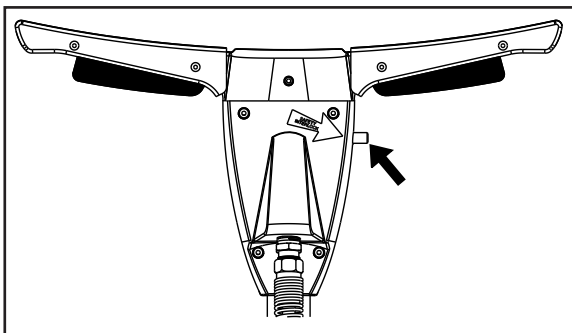
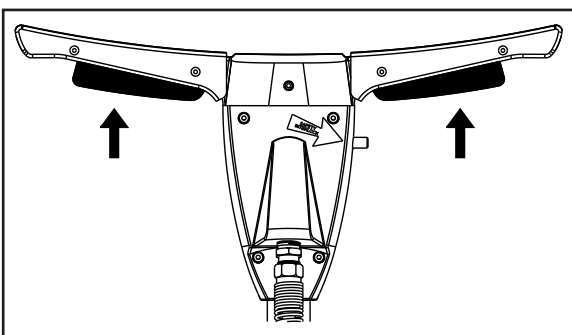

Figure 10
Figure 10A
L'interrupteur de marche/arrêt est activé par pression sur le bouton de verrouillage de sécurité (Voir fig. 10) et par les leviers (Voir fig. 10A) situés sous la poignée de commande
3. Pousser sur le bouton de verrouillage (Voir fig. 10) et appliquer une pression des mains sur les leviers (Voir fig. 10A).